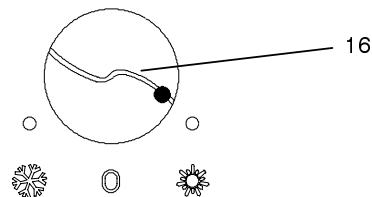

Fig. 2.4
- 4 Si vous souhaitez uniquement la production d'eau chaude pour usage sanitaire, positionner le commutateur (16) comme indiqué dans la Fig. 2.4 (uniquement chaudières **Mixtes**).